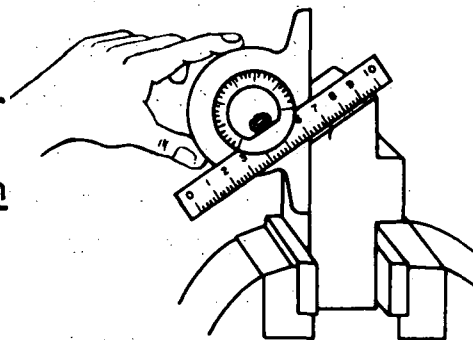

Fig. 2
- b Verifique o ângulo obtido com a superfície de referência utilizando o goniômetro (fig. 2).